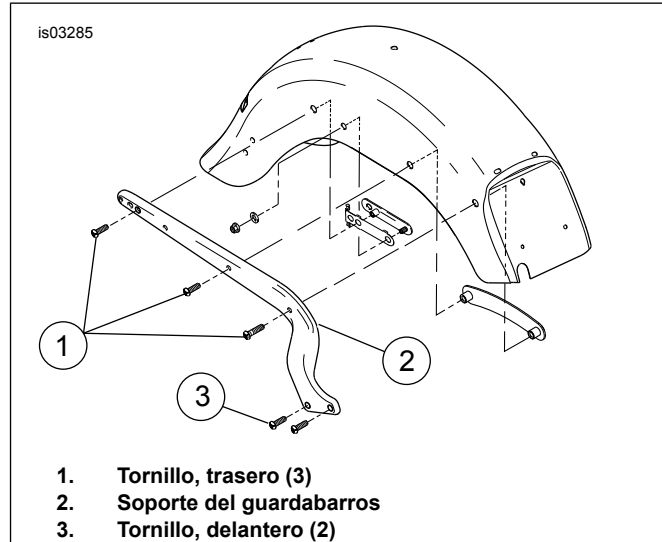

Figura 5. Tornillos del soporte del guardabarros y soporte del guardabarros
1. Vea la Figura 5. Quite los tres tornillos traseros (1) del soporte del guardabarros (2).
2. Afloje, pero no quite los dos tornillos delanteros (3) del soporte del guardabarros.
1. Vea la Figura 5. Instale un tornillo trasero (1) para sostener el soporte del guardabarros en su lugar mientras coloca el cableado. Instale el tornillo, pero no lo apriete completamente.